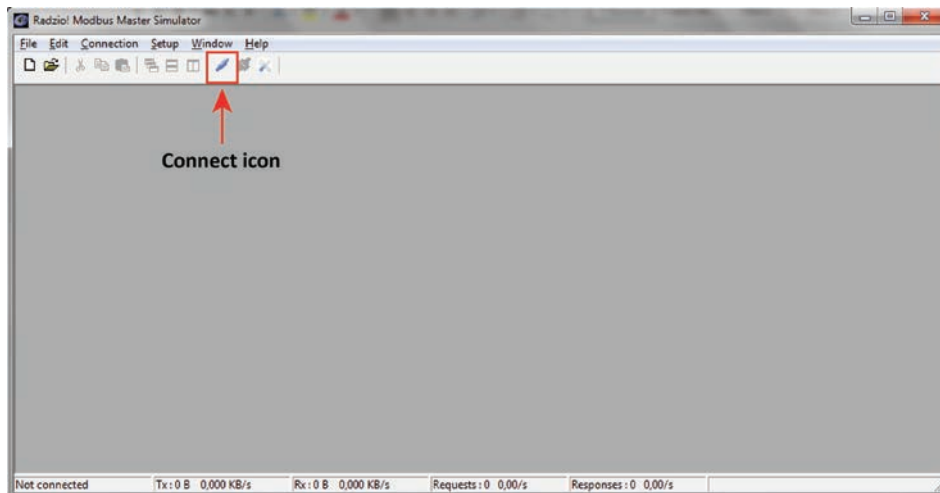

Рис. 8: Значок «Connect» (Подключить)
11. Щелкните значок **Connect** (Подключить) в строке инструментов Radzio для установки подключения. (Рис. 8)